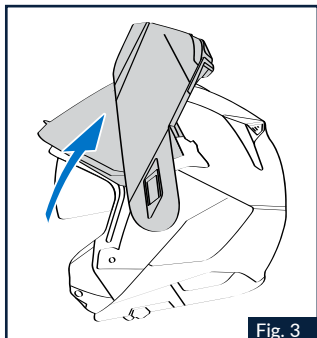
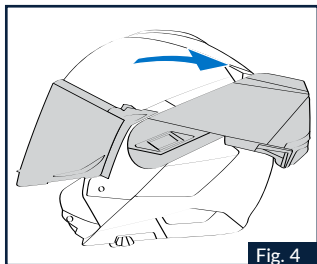

Fig. 3
Fig. 4
1.3 Das Kinnteil nach vorne ziehen und seine Drehbewegung nach oben (Abb.3) bis zum Erreichen seiner Anschlagposition auf der Rückseite der Schale begleiten (Abb. 4).
2.1 Das Kinnteil nach vorne drehen und die Drehbewegung dabei begleiten, bis das Einrasten des Schließmechanismus zu hören ist (Abb.3).